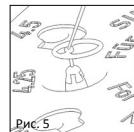

Рис. 5
■ Рис.5 Если анатомические различия в слуховой косточке требуют расширения купола частичного протеза, это можно легко сделать с помощью конуса. Для этого осторожно прижмите купол к конусу с помощью хирургической иглы или другого микрохирургического инструмента. Рассматривая купол под микроскопом, его можно расширить надлежащим образом.